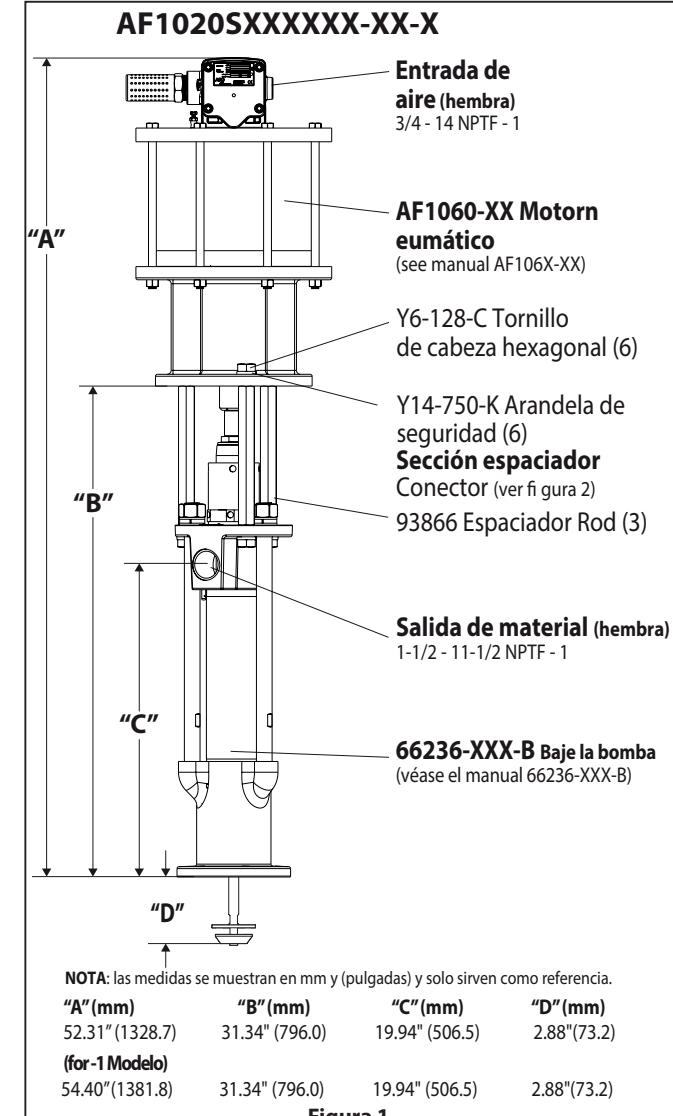

Figura 1
- Retirar los tres tornillos (Y6-128-C) y el bloqueo (Y14-750-K) arandelas de las (93866) tres varillas (ver figura 1).